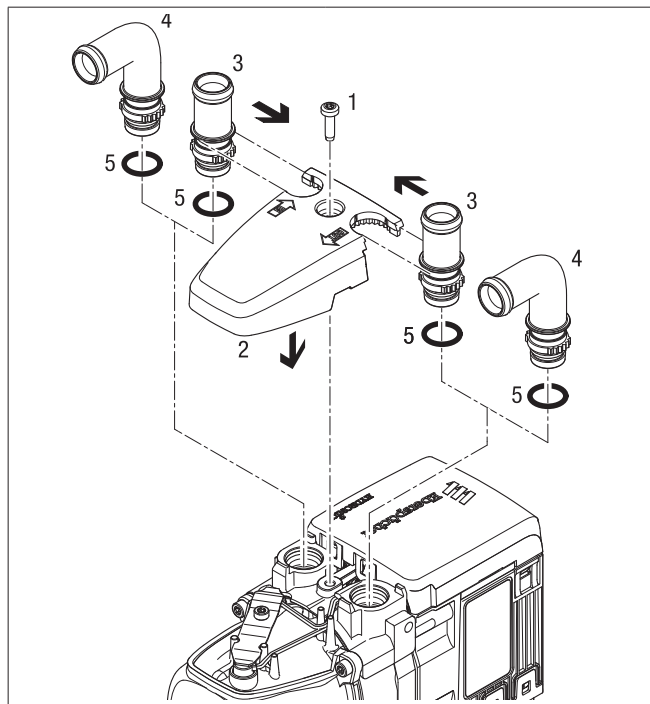

Figura 9
Dependiendo de las condiciones de instalación montar las piezas de conexión de agua rectas (3) o bien aquellas acodadas (4) junto con la cubierta del sensor, véase Figura 9.